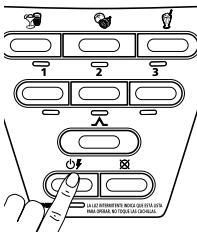

Fig. 19
- Presione el botón de encendido/apagado  (Fig. 19) para encender el artefacto. Todas las luces parpadearán por un momento y la luz de encendido continuará parpadeando, lo que significa que el artefacto está activado y listo para usar.
- Presione el botón de encendido/apagado  (Fig. 19) para apagar el artefacto.